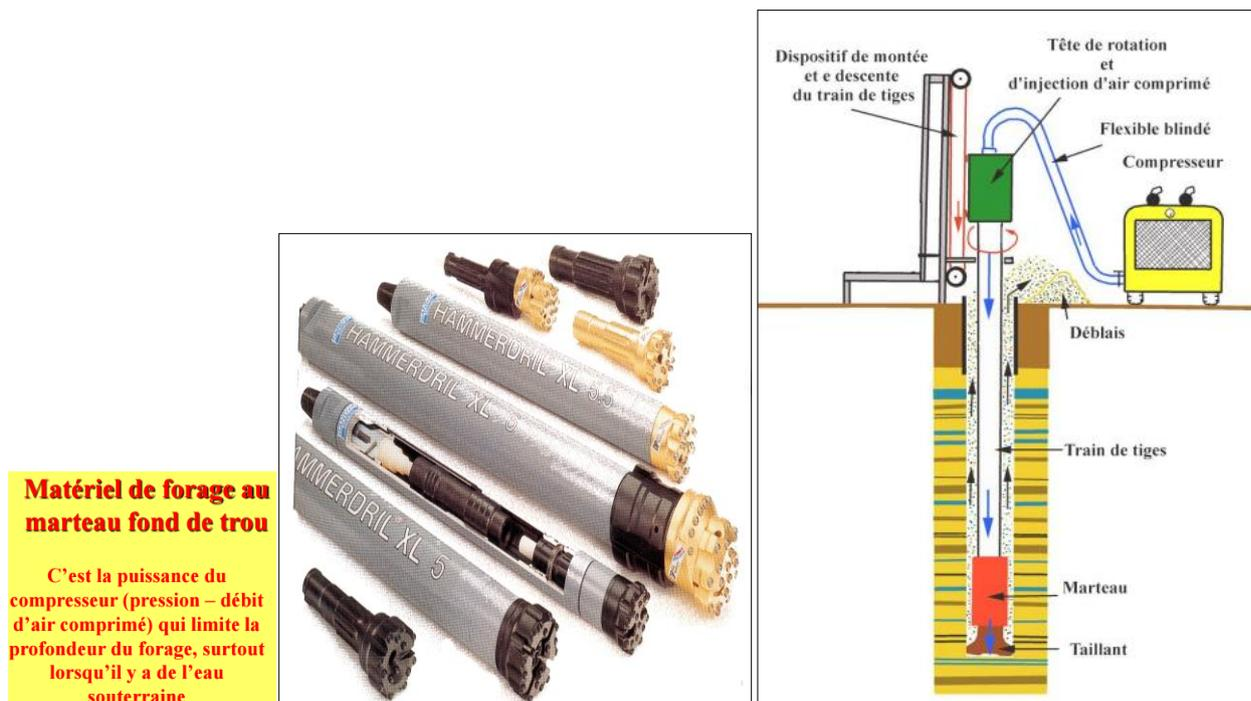

Fig. I.2 : Fonctionnement du MFT
I.1.2. Marteau fond de trou (MFT), (Forage à taillant de percussion), (fig. I.2)